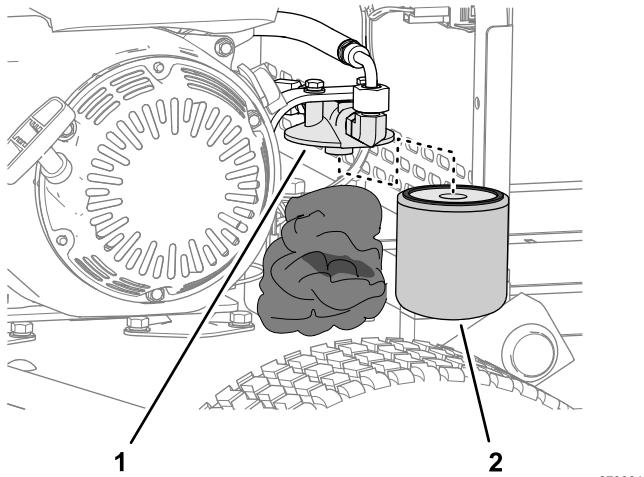

Рисунок 38
2. Поместите ветошь под гидравлический фильтр (Рисунок 38).
3. Осторожно снимите гидравлический фильтр (Рисунок 38).
5. Установите фильтр на головку фильтра вручную (Рисунок 38) так, чтобы прокладка соприкоснулась с головкой фильтра, затем доверните фильтр еще на $\frac{3}{4}$ оборота.